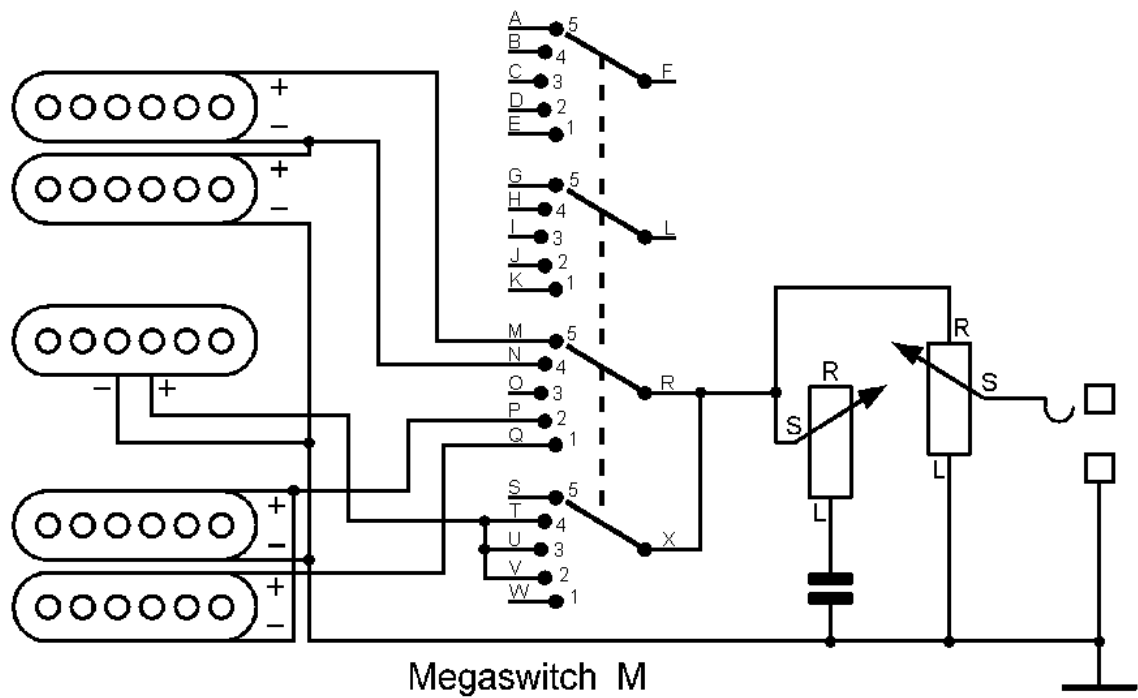

**Bild 17.** Beide Humbucker seriell betrieben
5. Hals-Humbucker s class="MsoNormal">Eine mögliche Schaltung dazu zeigt **Bild 17**.